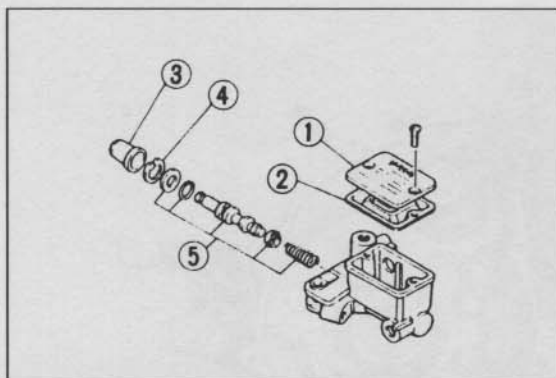

Bild 177
- Staubkappe mit zarter Spitzzange «herauspopeln» und Seegerring ④ Bild 177 mit entsprechender Zange entfernen. Es folgen Kolben und Feder.